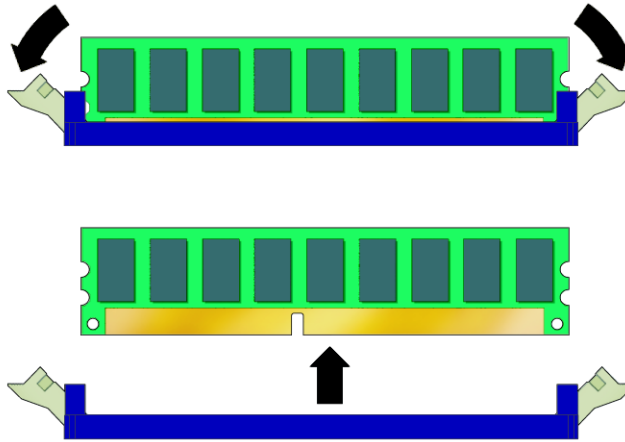

FIGURE 4-26 Retrait d'un module DIMM
3. Retirez le module en appuyant sur les barrettes d'éjection situées aux deux extrémités du connecteur (cf. FIGURE 4-26).